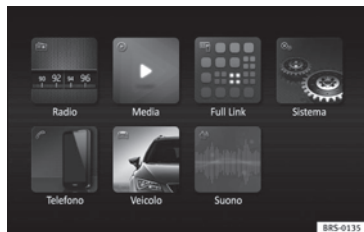

Fig. 81 Easy Connect: Menu principale.
- Premere il tasto del sistema infotainment **MENU** / e successivamente il tasto di funzione **Veicolo** » **fig. 81**.